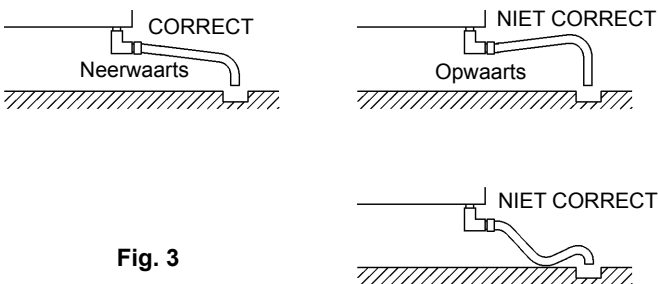

Fig. 3
- * Om terugstroming in de opslagbunker te voorkomen, moet de afvoerslang worden gelegd zoals in fig. 3.